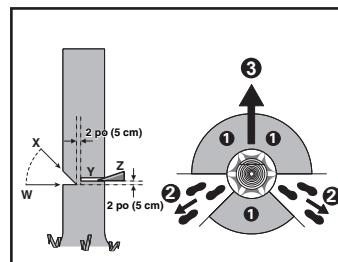

Figure 2
L'utilisateur de la scie à chaîne devrait se tenir sur le côté en amont du terrain, car l'arbre est susceptible de rouler ou glisser le long de la descente une fois qu'il est abattu. Un chemin de retraite doit être prévu et dégagé, au besoin, avant le début des coupes. Le chemin de retraite doit s'étendre en arrière et en diagonale à l'arrière de la ligne de chute prévue comme le démontre la figure 2.
Faites une entaille au tiers du diamètre du tronc sur le côté de l'arbre, perpendiculaire à la direction des chutes comme illustré à la figure 2. Commencez toujours par la coupe de l'entaille horizontale inférieure (W). Cela permettra d'éviter de pincer la chaîne de la scie ou le guide-chaîne lorsque vous effectuez la deuxième entaille (X).
Le trait d'abattage doit être au moins 2 po (5 cm) au-dessus de la l'entaille d'abattage horizontale, comme illustré à la figure 2. Gardez le trait d'abattage en parallèle à la coupe de l'entaille horizontale. Lors de la coupe, laissez toujours une épaisseur de bois. Cet espace agira comme charnière. Cette dernière empêche l'arbre de pivoter ou de tomber dans la mauvaise direction. Ne pas couper à travers la charnière.